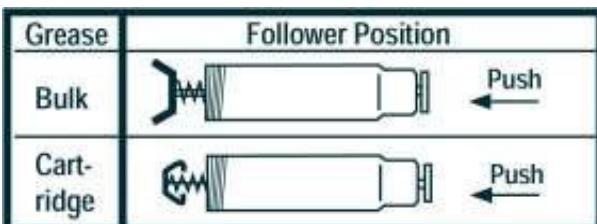

Fig 1
c)Rückschlagventil	1) Rückschlagventil (10) ausbauen. 2) Alle Einzelteile reinigen und untersuchen, bei Bedarf ersetzen. 3) Wichtig: Benutzen Sie Loctite Gewinde-Dichtung (od ein anderes entsprechendes Produkt) für die Gewin des Rückschlagventils.
d) Kugel des Düsengehäuses (6) schmutzig oder beschädigt.	1) Düsengehäuse (6) ausbauen. 2) Auseinanderbauen und alle Einzelteile überprüfen. Bei Bedarf ersetzen.
E) Verschlissener oder beschädigter O-ring (12).	1) Griff (20) ausbauen, Kolben (13) herausziehen, O-ring (12) ersetzen.
c) Follower in der Falschen position fur Massenfett	Wenn, Massenfett (see Fig 1)
Nota: Seleccione la posición correcta del impulsor (véase la Fig. 1)